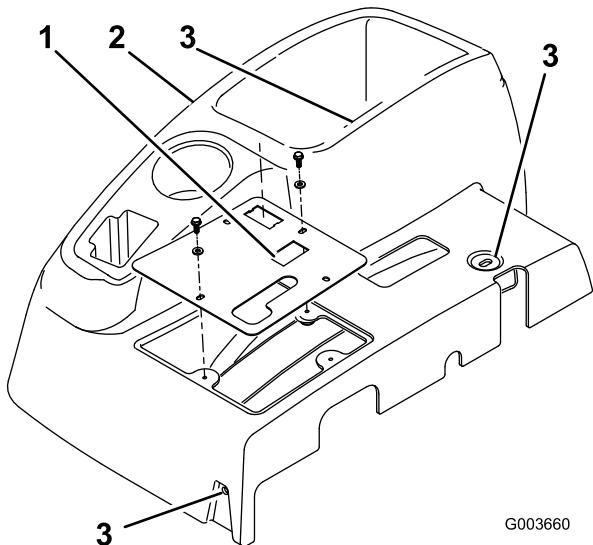

図 1
- コントロール・パネルをコンソールに固定している4本のボルトとワッシャを外す(図1)。アワーメータからの電線を外す。コントロール・パネルを外す(図1)。
- コンソールをフレームに固定している3本のボルトを外す(図1)。コンソールがサポート・ブラケットに嵌まっている縁の部分をていねいに外し、ブレーキ・ハンドルをそのまま残してコンソールを静かに持ち上げて取り外す。